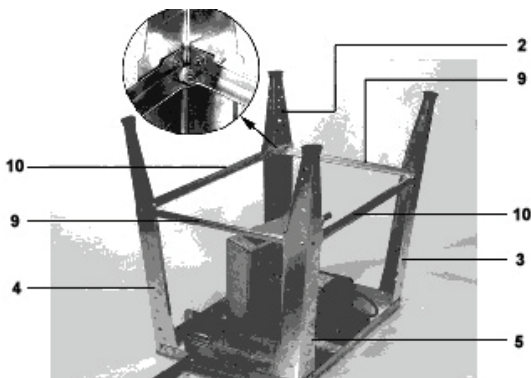

Fig. 6
- Assemblez les pièces 2, 3, 4 et 5 avec les pièces 9 et 10 (voir fig. 6). Ne serrez pas les vis trop fort.